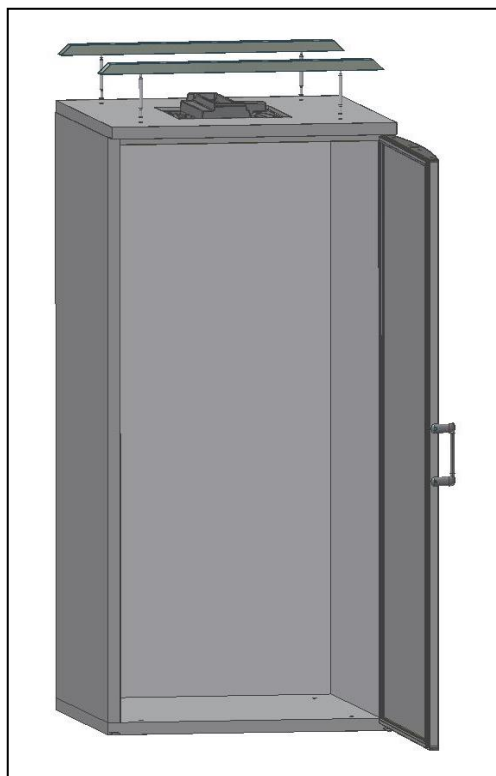

Fig. 12
- Inserire **le barre con supporti** nei fuori, dalla parte esteriore del coperchio (Fig.12);